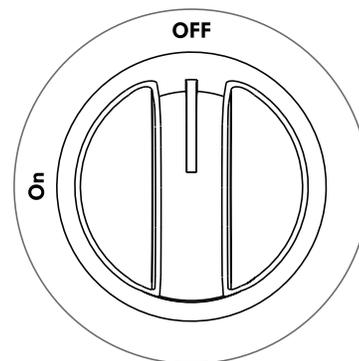

Figura 16: Manija de control del elemento del área de calentamiento y preparado
2. Gire la manija de control del área de calentamiento en el sentido de las agujas del reloj hasta la posición **On**. El área de calentamiento utiliza una temperatura preajustada diseñada para mantener los alimentos a temperatura de servicio (Figura 16).